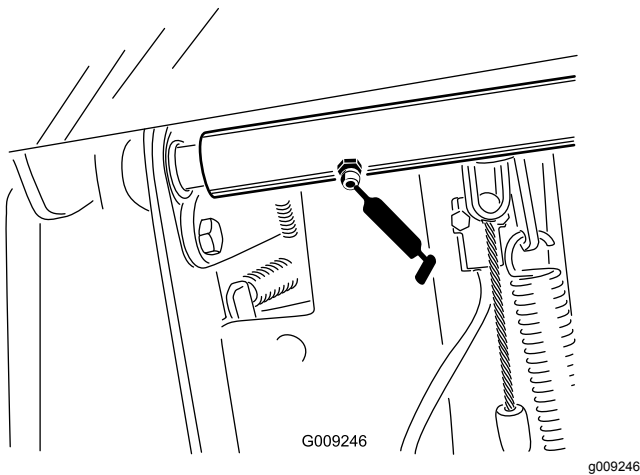

Figura 59
- Cojinetes del eje pivotante del pedal del freno (2) (Figura 59).